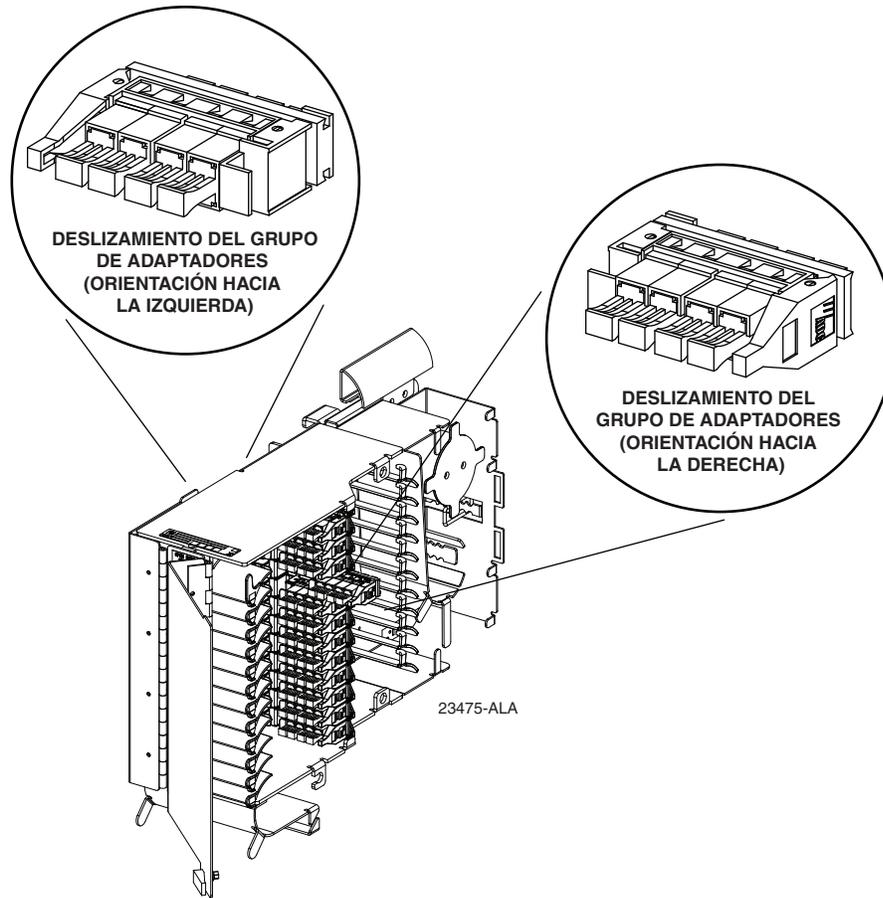

Figura 6. Orientación del Grupo de Adaptadores e Instalación en el BTF
2. Oriente el grupo de adaptadores para instalarlo como se muestra en la Figura 6.